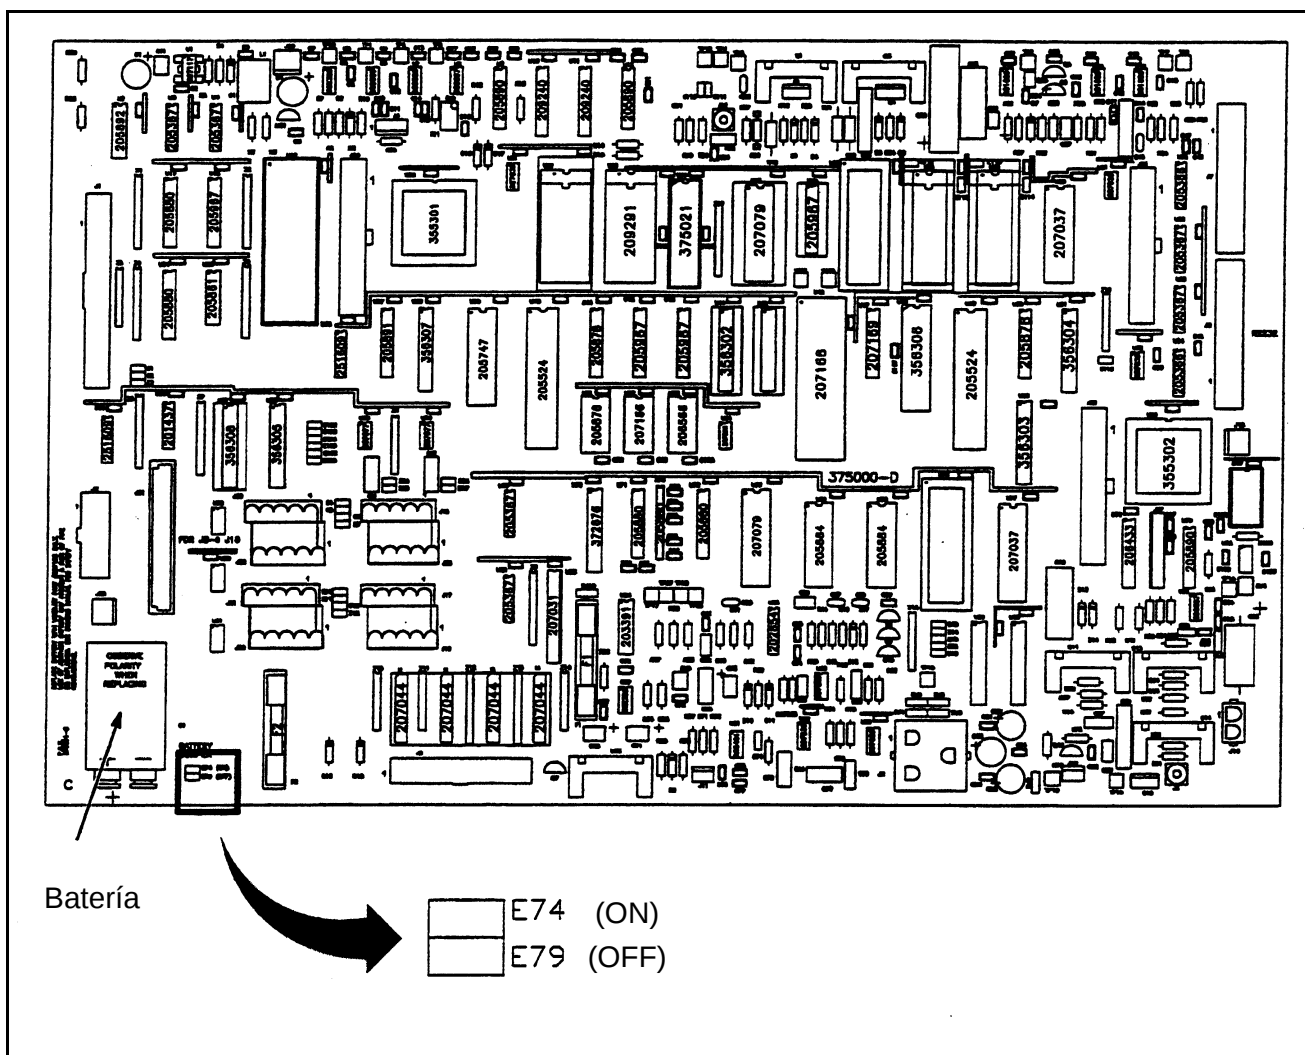

Figura 6-13. Tarjeta de Control. Ubicación de la Batería y Puentes E74 y E79
4. Con la impresora activada (lea la nota **Importante:** más arriba), mueva el puente de las clavijas de E74 a las clavijas de E79. Vea la Figura 6-13.